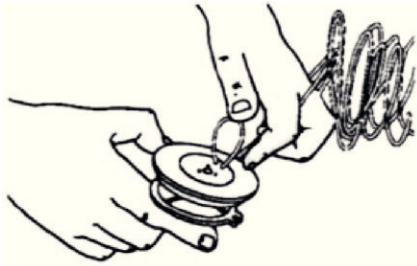

рис. 14
1. Возьмите примерно 7,5 м. новой лески. Сложите ее пополам и пропустите оба конца в отверстия шпульки (**см. рис. 14**).